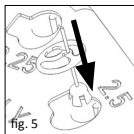

fig. 5
■ **fig. 5** Proteza TTP® VARIAC va fi introdusă corespunzător lungimii determinate înainte (vezi mai sus: utilizarea discului separator) în decuparea prevăzută pentru aceasta pe discul separator. Fantele pe clopotul protezei vor fi astfel aranjate ca clopotul să gliseze în jos de-a lungul nervurilor de ghidare. Această procedură ar trebui să se efectueze cu ajutorul pensetei din titan (REF 8000 136) ce se poate livra opțional.
■ 图 5 根据事先计算的结果(用测量模具背面的尺), 假体铃铛状一头的凹槽排成一列, 以便于铃铛状的向下插入, 这个过程是用专门提供的钛镊(REF8000136)将TTP VARIAC假体插入测量模具上特别设计的凹槽